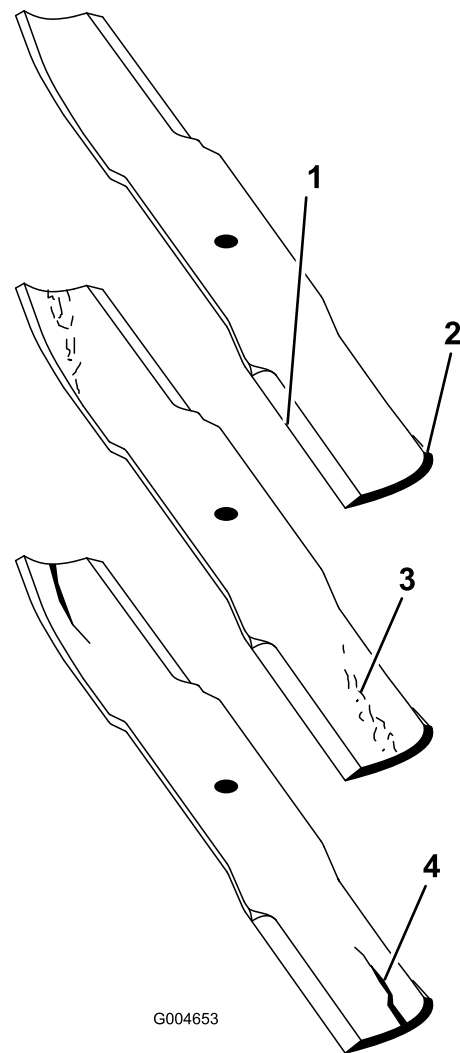

Bild 67
1. Untersuchen Sie die Schnittkanten (Bild 67). Entfernen und schärfen Sie die Messer, wenn die Schnittkanten nicht scharf sind oder Auskerbungen aufweisen. Siehe Schärfen der Messer \(Seite 39\).
2. Untersuchen Sie die Schnittmesser, insbesondere den flachen Bereich (Bild 67). Wenn Sie Schäden, Verschleiß oder Rillenbildung in diesem Bereich feststellen (Bild 67), sollten Sie sofort ein neues Schnittmesser einbauen.